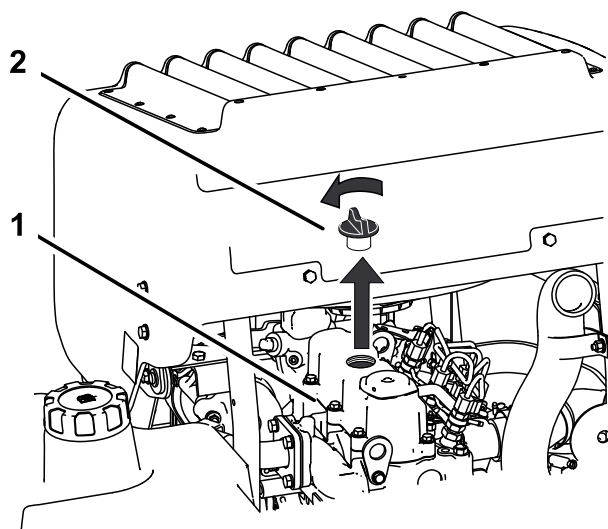

Рисунок 67
- Снимите крышку заливной горловины с верхней части двигателя (Рисунок 67).
2. Снимите крышку маслозаливной горловины и масломерный щуп (Рисунок 67).